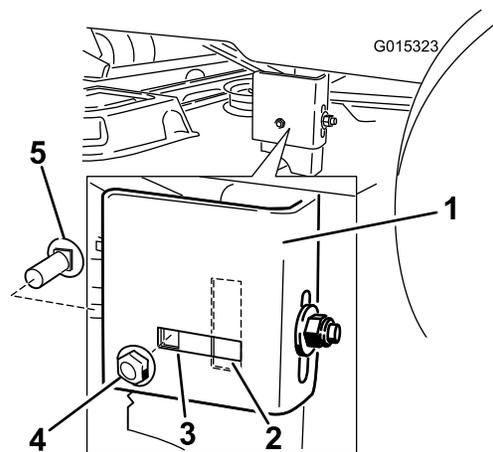

Bild 50
- Gehen Sie zur linken Seite der Maschine. Prüfen Sie, ob die seitliche Schlossschraube in der arretierten oder geschlitzten Stellung ist (Bild 50).
- Wenn die seitliche Schlossschraube in der arretierten Stellung ist, entfernen Sie die seitliche Schlossschraube und seitlich Arretiermutter von der arretierten Stellung und setzen sie in die geschlitzte Einstellstellung ein (Bild 50).